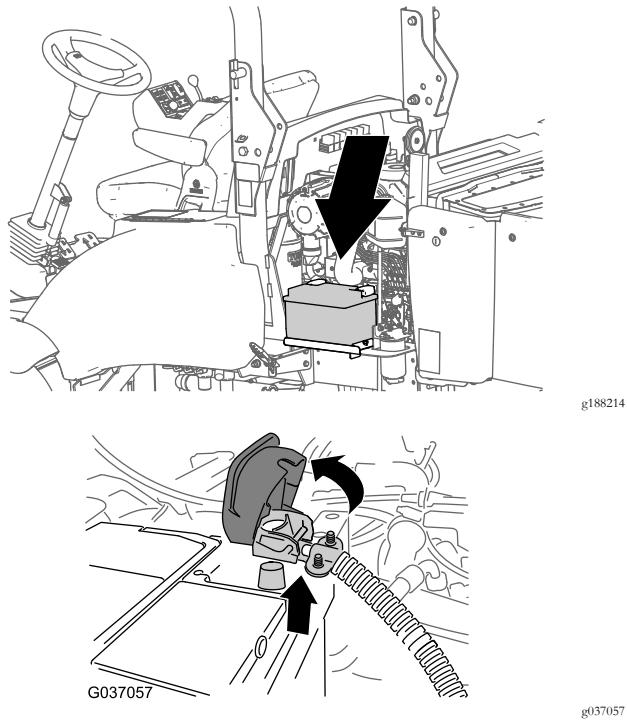

Figura 5
1. Levante la cubierta del cable negativo de la batería (Figura 5).
2. Retire el cable negativo de la batería (Figura 5).
- Conecte el cable negativo de la batería al borne de la batería; consulte Figura 5 en Desconexión de la batería \(página 2\).
- Alinee la cubierta del aislante del terminal de cables de la batería y cierre la cubierta; consulte la Figura 5 en Desconexión de la batería \(página 2\).